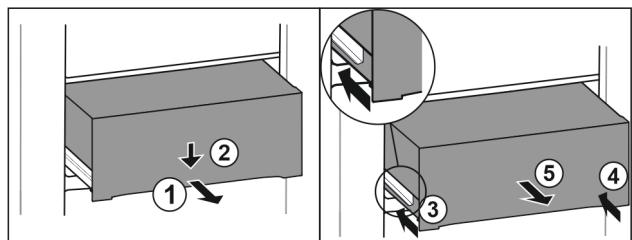

Fig. 104
- Schubfach halb herausziehen. *Fig. 104 (1)*
- Schubfach an der Vorderseite nach unten drücken. *Fig. 104 (2)*
- Linke Schiene etwa 2 cm einschieben. *Fig. 104 (3)*
- Rechte Schiene etwa 2 cm einschieben. *Fig. 104 (4)*
- Schubfach nach vorne entnehmen. *Fig. 104 (5)*